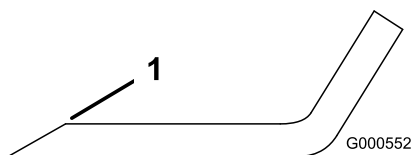

Figure 104
1. Au moyen d'une lime, aiguissez les tranchants aux deux extrémités de la lame (Figure 104).
Remarque: Si la lame est déséquilibrée, limez un peu l'extrémité de l'ailette seulement (Figure 104).